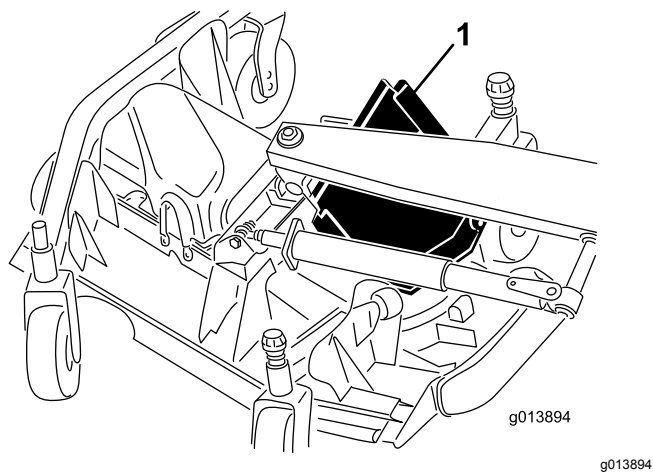

Рисунок 76
6. Чтобы снять передний край крышки, поднимите и проведите его между рычагом подъема и валиком (**Рисунок 76**).